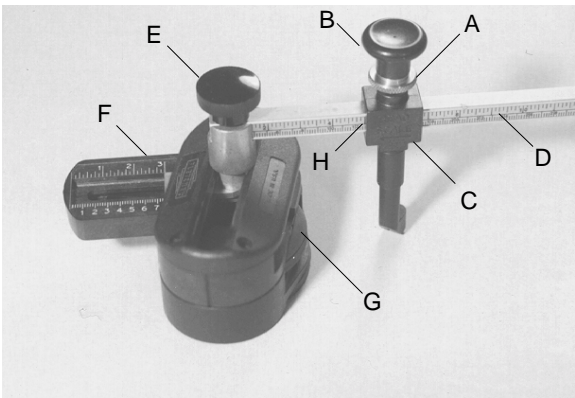

Ilustración 1
Configure la compensación soltando la perilla (E) en la parte superior de la base. Deslice la placa de compensación (F) de modo que su punta izquierda quede alineada con la compensación deseada en la escala de compensación, que se gradúa en medidas tanto métricas como imperiales. Apriete la perilla. Note que si está rajando un círculo, la compensación es cero. La ilustración 1 muestra al cortador listo para cortar un óvalo de 5 por 8 pul. (125 mm. por 200 mm.).